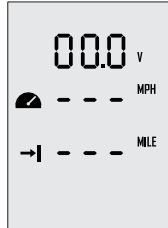

Abb. 6-1
Schritt 1: Im eingeschalteten Zustand drücken Sie die „M“ Taste ca. 2 Sekunden, um zu den benutzerdefinierten Einstellungen zu gelangen (siehe Abb. 6-1). Der Benutzer kann nach seinen Vorlieben die Anzeigeeoptionen auswählen.
Schritt 2: Im Menü der benutzerdefinierten Einstellungen wird die momentan einzustellende Option blinkend dargestellt. Durch Drücken der „^“ Taste können Sie die anderen Optionen dieser Einstellung sehen. Beispiel: Wenn in Abb. 6-1 „V“ blinkt, bedeutet es, dass Sie an dieser Stelle andere Optionen auswählen können. Durch Drücken der „^“ Taste wird die Anzeige von „V“ auf „%“ gewechselt. D. h. anstatt der Spannung wird der Batteriestand angezeigt.